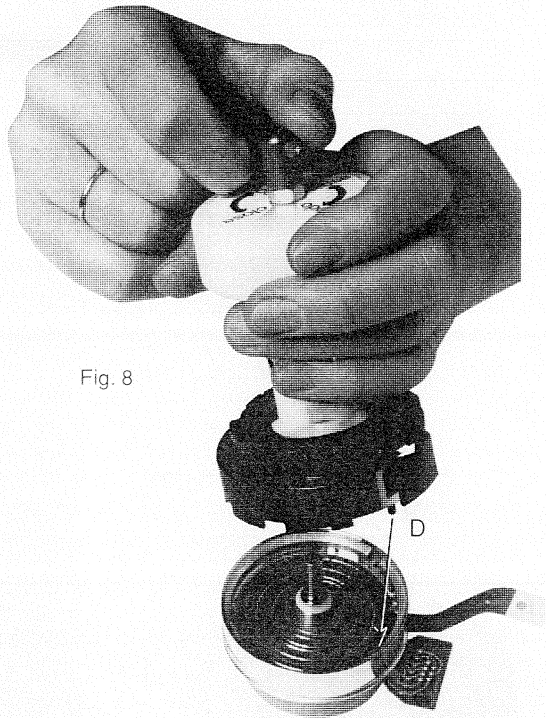

Fig. 8
- Die Kopfscheibe so aufsetzen, daß der Stift D der Schutzkappe in die Ausnehmung des Stators eingreift (der Pfeil auf der Schutzkappe zeigt dabei zum Scannerprint) (Fig. 8).